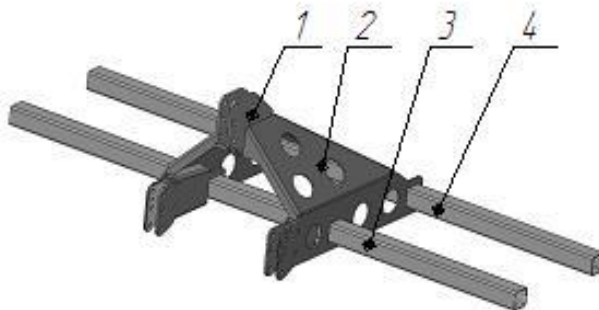

Рис.2 Рама.1-тяга верхняя, 2-боковина, 3-брус передний, 4-брус задний.
4.1. Несущей частью культиватора-гребнеобразователя является рама (рис.2), которая состоит из верхней тяги 1, двух боковин 2 и двух брусов 3 и 4 прямоугольного сечения, на которых крепятся все остальные части.